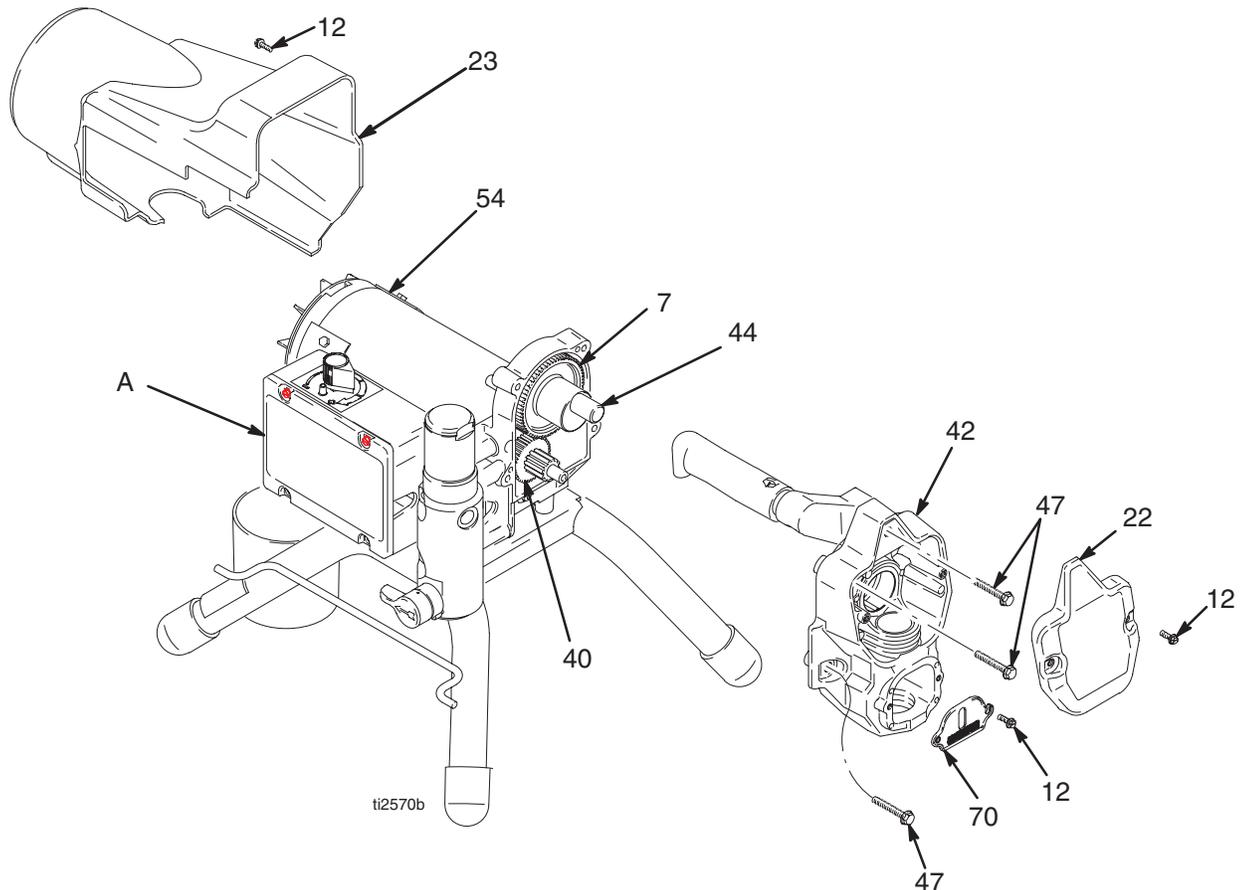

Fig. 12
- Retire los dos tornillos (12) y la cubierta del eje de la bomba (70).
- Retire la bomba (41); vea **Cambio de la base de bomba**, en la página 21.
- Fig. 12. Retire los dos tornillos (12) y la placa de protección (23).
- Retire dos tornillos (12) y la cubierta (22).
- Retire los cuatro tornillos delanteros (47).
- Saque el alojamiento del impulsor (42) del motor (54).
- Fig. 12. Introduzca el alojamiento del impulsor (42) en el motor (54).
- Instale los cuatro tornillos delanteros (47).
- Instale la cubierta (22) con los dos tornillos (12).
- Instale la pantalla (23) con los dos tornillos (12).
- Instale la bomba (41); vea **Cambio de la base de bomba**, en la página 21.
- Instale el eje de la bomba (70) con los dos tornillos (12).